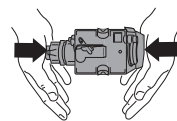

Figura 28
- Si tiene dificultades para introducir el sistema de filtrado del café, encájelo en su sitio empujando energicamente por arriba y por abajo al mismo tiempo (Figura 28).